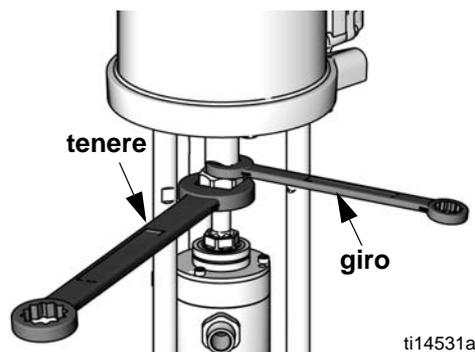

FIG. 7. Allentare il dado di accoppiamento
3. Tenere il dado di accoppiamento (7) con una chiave. Usare un'altra chiave per ruotare l'albero motore. Per evitare danni al cappuccio superiore dei soffietti e alla tenuta a D, **non ruotare il dado di accoppiamento**. Vedere la FIG. 7.